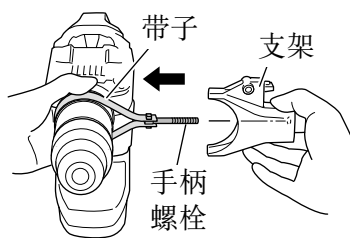

图 16
(3) 在握住带子确保手柄螺栓不会松动的同时，将手柄螺栓插入支架。(图 16)